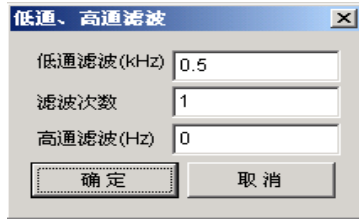

图 1-11 滤波参数设置对话框
- 7、滤波：对采集到的波形进行滤波，包括滤波次数和高通、低通滤波。如图 1-11 所示：